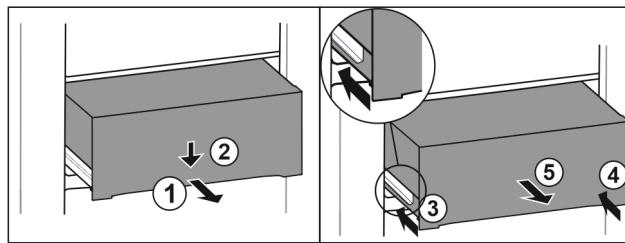

Fig. 104
- Vytiahnite zásuvku do polovice. Fig. 104 (1)
- Zatlačte zásuvku na prednej strane smerom nadol. Fig. 104 (2)
- Zasuňte ľavú koľajničku o cca 2 cm. Fig. 104 (3)
- Zasuňte pravú koľajničku o cca 2 cm. Fig. 104 (4)
- Odoberete zásuvku dopredu. Fig. 104 (5)